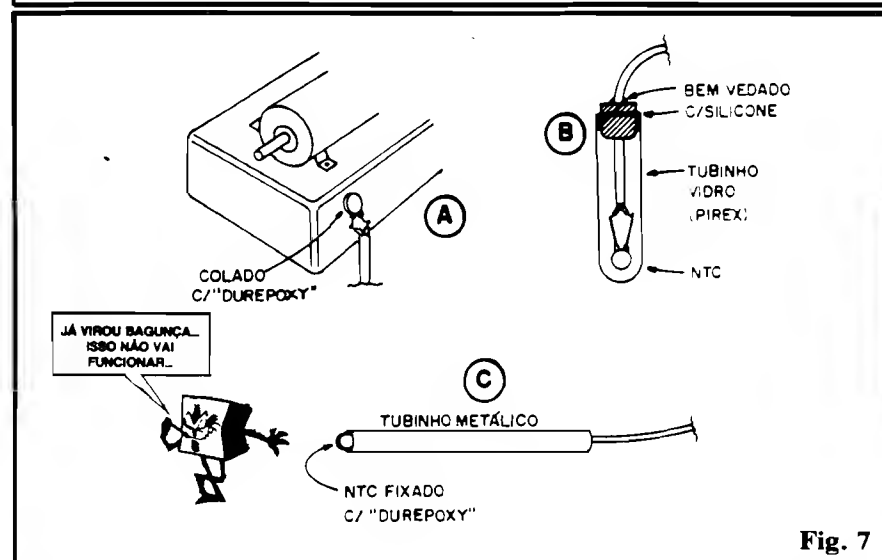

Fig. 7
- - Materiais diversos para proteção e instalação do sensor (TERMISTOR). Os detalhes a respeito estão mais à frente, no texto ligado à fig. 7.
- **FIG. 7** - Os diversos tipos (não todos...) de instalação e "proteção" do TERMÍSTOR, dependendo da aplicação. Em 7-A temos um caso típico de monitoração de temperatura de um objeto ou corpo sólido (uma máquina, por exemplo...). Se a máxima temperatura atingida pelo ponto situar-se em torno de 80°C, o TERMÍSTOR poderá ser fixado diretamente, com adesivo forte ("durepoxy" ou equivalente). Se a temperatura máxima atingida for superior a tal parâmetro, convém "afastar" o sensor um pouco, através de qualquer artifício mecânico de instalação... Nesse método, o sensoreamento será feito por "irradiação", havendo uma certa "inércia" ou retardo na reação do sensor, porém com funcionamento ainda confiável! Em 7-B temos outro caso específico, para a monitoração da temperatu-
Colocamos, no ambiente, fluido ou objeto, a sonda sensora conveniente (ver fig. 7). Junto, colocamos um bom termômetro (cuja escala de medição permita a visualização do desejado ponto, ou seja, 50°C... Com um conveniente aquecedor (resistência, lâmpada incandescente, ou até fogo mesmo, dependendo do caso...), elevamos a temperatura até que se atinja o ponto parametrado (50°C). Atingida essa marca, atuamos sobre o potenciômetro da MP-21, inicialmente girando o potenciômetro até obter o "apagamento" dos LEDs indicadores... Em seguida, lentamente, giramos o **knob** do potenciômetro, em sentido oposto, **PARANDO O AJUSTE EXATAMENTE NO PONTO ONDE OS LEDs COMEÇAM A MANIFESTAR O SEU "PISCA-PISCA"!**